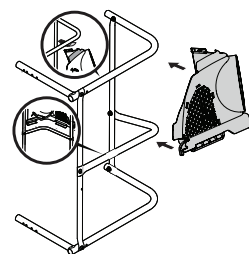

Figure 7
8. Fixez l'adaptateur (pièce n° 731-12351B) au cadre, avec le montant du tube flexible dirigé vers tracteur, comme sur la Figure 7.